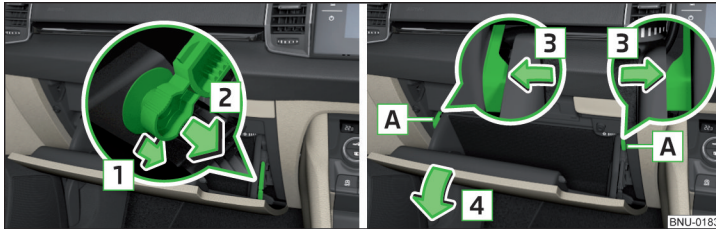

Abb. 342 Ablagefach auf der Beifahrerseite
- Die Bremsstange in Pfeilrichtung **1** entriegeln und in Pfeilrichtung **2** lösen » Abb. 342.